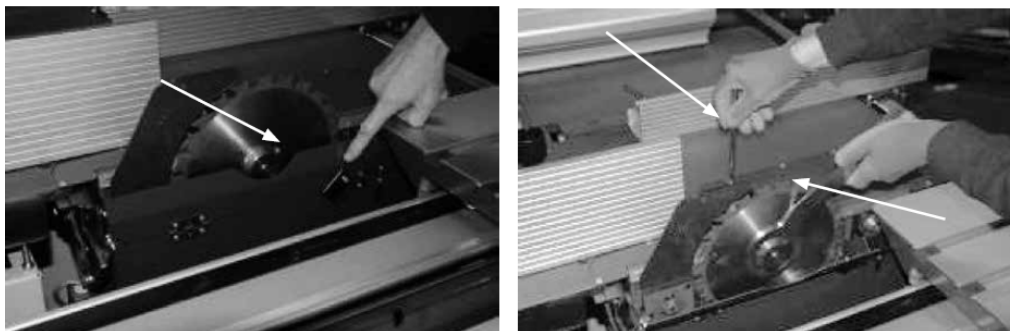

Рис. 7
**Монтаж пыльного диска (Рис.7)**